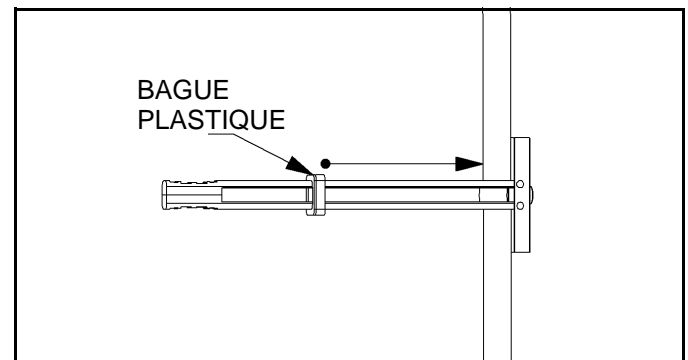

Figure 6.
4. Faites glisser la bague plastique de l'ancrage vers la surface du mur (voir figure 6).